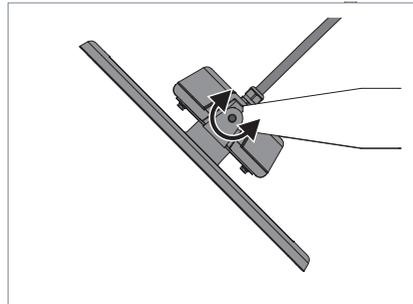

Fig. 12: Valaisimen kohdistaminen.
- ▶ Kohdista valaisin asianmukaisesti ja kiristä asennuskulmien kaksi ruuvia, katso Fig. 12.